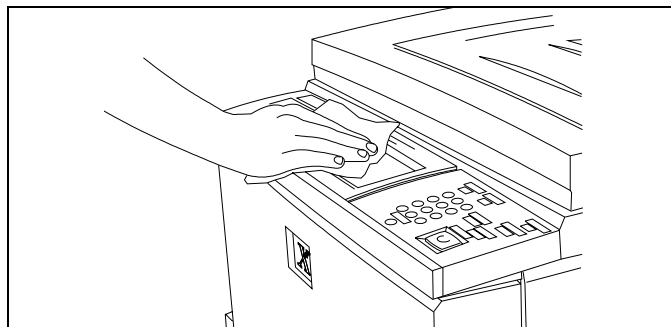

Abbildung 24
1. Wischen Sie den Touchscreen mit einem sauberen, fusselfreien Tuch ab (siehe Abbildung 24).